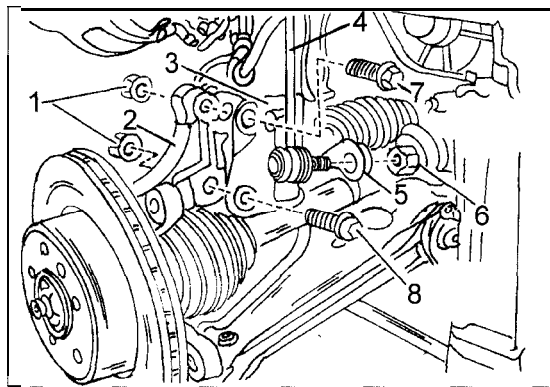

Bild 276
Das Gummilager des Querlenkers kann erneuert werden, jedoch sollte man den Querlenker vielleicht zur Erneuerung der Büchse in eine Werkstatt bringen. Zum Ausziehen kann man geeignete Druckstücke mit einer Mittelschraube und Mutter benutzen, wie man es in Bild 276 sehen kann. Den Querlenker dazu in einen Schraubstock einspannen. Auf keinen Fall darf man die Büchse ausschlagen und eine neue Büchse einschlagen, da Verzug des Querlenkers beim Ausschlagen und Verzug des Querlenkers und Beschädigung der Büchse beim Einschlagen die Folgen sein können. Mit geeigneten Pressdornen kann man die Büchse jedoch unter einer Presse erneuern. Die neue Büchse wird eingepresst, bis sie auf beiden Seiten des Querlenkers bündig abschneidet.
- Den Querlenker in die richtige Lage bringen und die Schrauben (3) und (5) einschrauben, ohne sie anzuziehen.
Der Achsschenkel kann ausgebaut werden, nachdem man den Querlenker wie vorhin beschrieben an der Aussenseite gelöst hat. Danach die in den Kapiteln 12.1.1 und 12.1.2 beschriebenen Arbeiten entsprechend durchführen, bis der Achsschenkel frei ist. Wie der Achsschenkel beim Ausbau aussieht, kann man in Bild 276 sehen. Nicht vergessen, dass man die obere Klemmschraube der Befestigung (7) zwischen dem Federbein und dem Achsschenkel vor Ausbau mit einem Filzstift in der eingeschraubten Lage anzeichnen und beim Einbau wieder in die gleiche Lage bringen muss.